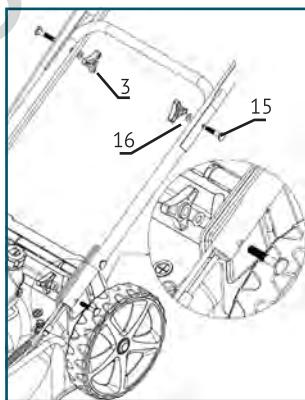

Рис.3
Закрепите верхнюю рукоятку на нижней рукоятке, как показано на Рис. 3 с помощью болтов (15), шайб (16) и быстrozажимных фиксаторов (3). Прикрепите ручку стартера к верхней рукоятке с помощью пластиковых фиксаторов.